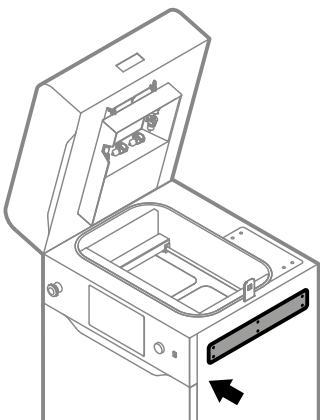

Abb. 12.77 Montiere die Zugangplatte wieder.
16. Bringe die Zugangplatte auf der rechten Seite des Druckers wieder an (Abb. 12.77).